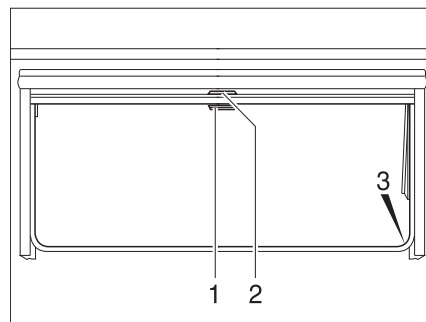

Bild 40 Ausstellfenster
- Verdunklungsrollo am Griff (Bild 40,2) nach unten ziehen. Wenn das Verdunklungsrollo ganz geschlossen wird, das Verdunklungsrollo auf beiden Seiten am Fensterrahmen in die Arretierung (Bild 40,3) einhängen.
- Wenn das Verdunklungsrollo vollständig geschlossen ist: Den Griff (Bild 40,2) nach unten drücken und den Griff dabei leicht nach innen ziehen. Das Verdunklungsrollo aus den Arretierungen links und rechts am Fensterrahmen aushängen.
- Wenn sich das Verdunklungsrollo in Zwischenposition befindet: Den Griff (Bild 40,2) leicht nach unten ziehen, bis sich die Arretierung gelöst hat.
- Insektenschutzrollo am Griff (Bild 40,1) nach unten ziehen und auf beiden Seiten am Fensterrahmen in die Arretierung (Bild 40,3) einhängen.
- Griff (Bild 40,1) nach unten drücken und den Griff dabei leicht nach innen ziehen. Das Insektenschutzrollo aus den Arretierungen links und rechts am Fensterrahmen aushängen.